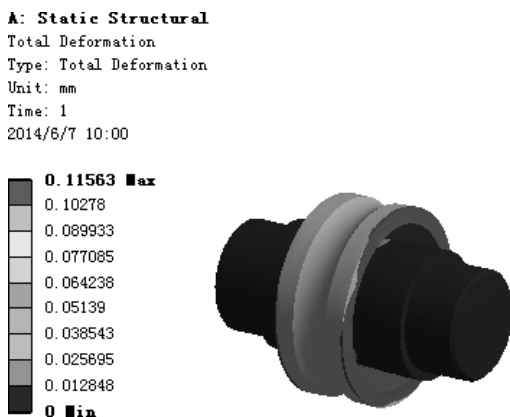

图 7.6.37 位移变形结果图解
(3) 查看位移结果图解。在“Outline”窗口中选中  Total Deformation, 查看图 7.6.37 所示的位移变形结果, 其最大位移为 0.11563mm。